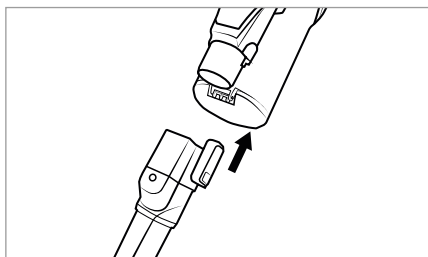

Fig. 14
- ♦ Faites glisser l'accessoire sur le tube d'aspiration 23 ou sur l'orifice d'aspiration de l'appareil jusqu'à ce qu'il s'enclenche de manière audible avec un bruit de clic (voir fig. 14). Veillez ce faisant à respecter la bonne position du verrouillage.